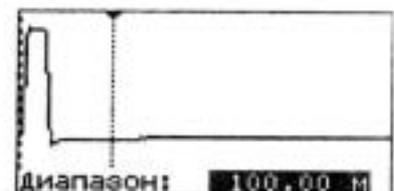

Рисунок 12
6.3.8 Изменение диапазона измерения расстояния производится после выбора пункта "Диапазоны" в основном меню. Проверьте возможность изменения диапазона от 12,5 до 25600 м (рисунок 12).